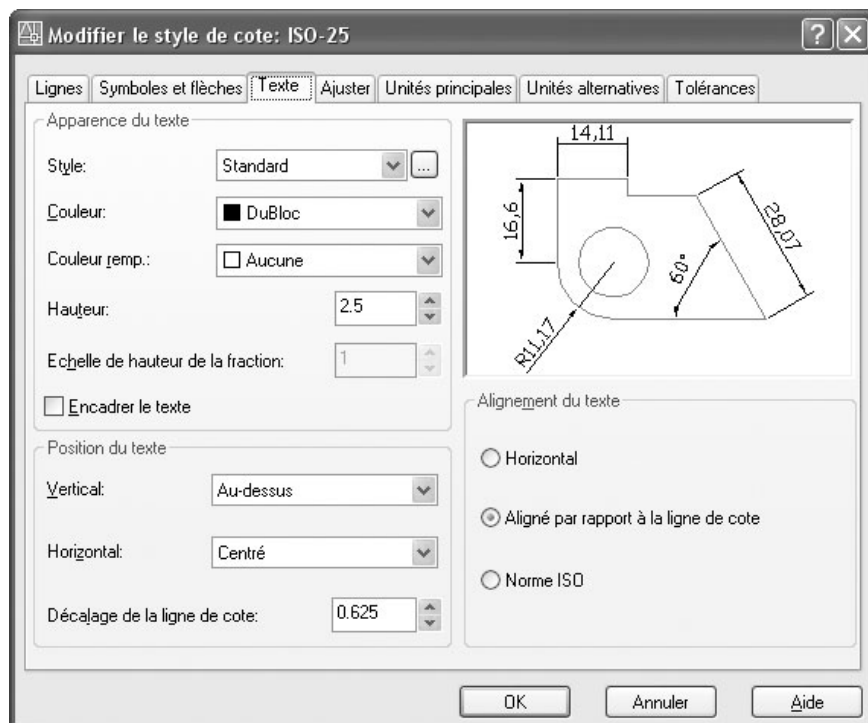

Fig.9.10
- Cliquer sur l'onglet **Texte** (Text) (fig.9.10).